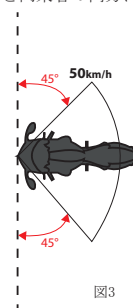

図3
Tech-Air® 3システムは、「オートバイが他の車両や障害物に衝突する事故」（図3）において、以下の条件により、ユーザーの身体の保護範囲が障害物に接触する前に膨らみ、保護機能を提供できるように設計されています。
衝撃角 (図3)	45° ~135°
**重要！** 図3は、ユーザーの体の保護範囲が障害物に接触する前にTech-Air® 3システムが膨張することが予想されるプロテクションエンベロープの概要を示しています。50km / h (31 mph) を超える速度または宣言された角度の外では、システムは同様に展開することが予想されますが、プロテクションエンベロープ外では、障害物とユーザーの保護範囲が接触する前にシステムが完全に膨張しない場合があります。